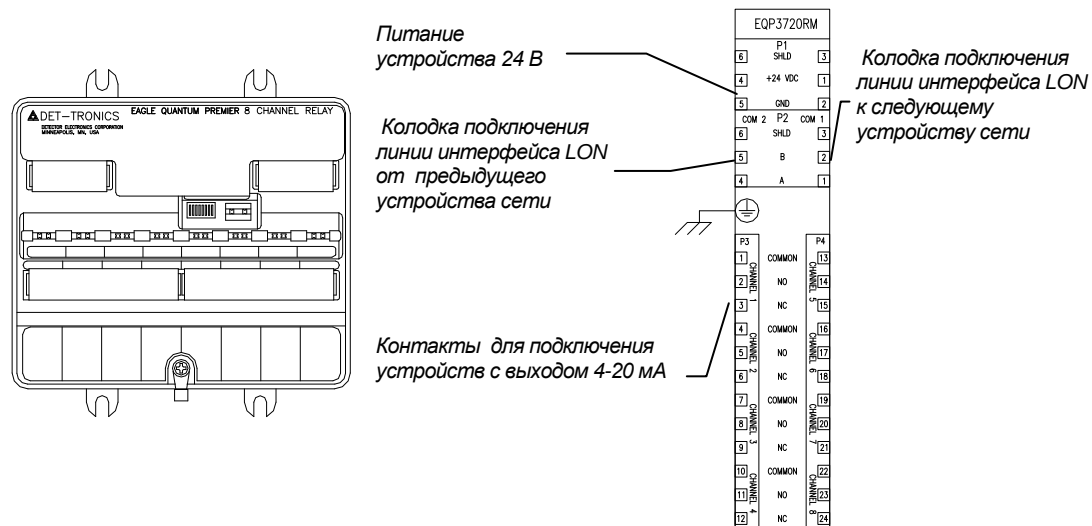

Рисунок 9. Модуль аналоговый EQ3710AIM.
2.1.6 Модуль аналоговый EQ3710AIM (рисунок 9) представляет собой восьмиканальный входной модуль, обеспечивающий подключение к EQP устройств с калиброванным выходным сигналом 4-20мА. Более подробную информацию можно прочитать в руководстве по эксплуатации на EQP фирмы Det-Tronics (номер документа 95-3533).